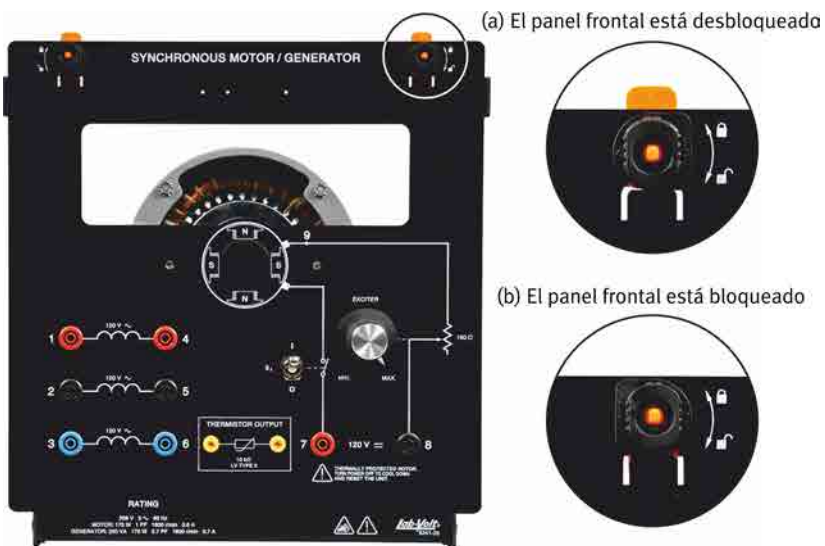

Figura 1: Para asegurar el panel frontal de una máquina rotativa, coloque sus botones de bloqueo giratorios en la posición de bloqueo, como se muestra en (b).
- Asegúrese de que los paneles frontales de todas las máquinas rotativas estén cerrados y firmemente asegurados en su lugar (consulte la figura 1).